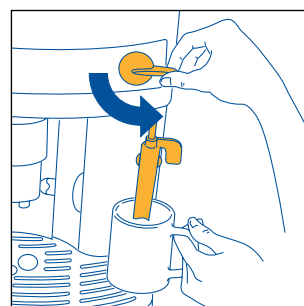
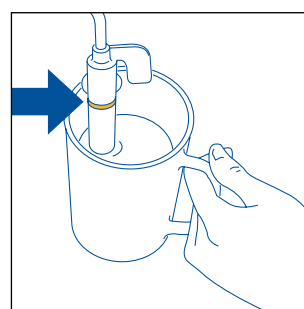

Fig.23
Fig.24
- Sänk ner cappuccinöröret i behållaren med mjölk (fig. 23). Se till att inte doppa ner cappuccinöröret längre än till markeringen (vid pilen i fig. 24). Vrid ångreglaget ett halvt varv motsols (akta så att du inte bränner dig). Ur cappuccinöröret kommer det ånga som ger mjölken ett krämigt utseende och ökar dess volym. Doppa ner cappuccinöröret i mjölken och låt behållaren rotera med långsamma rörelser nedifrån och upp för att få ett fylligare skum. (Mata inte ut ånga under längre tid än 2 minuter).